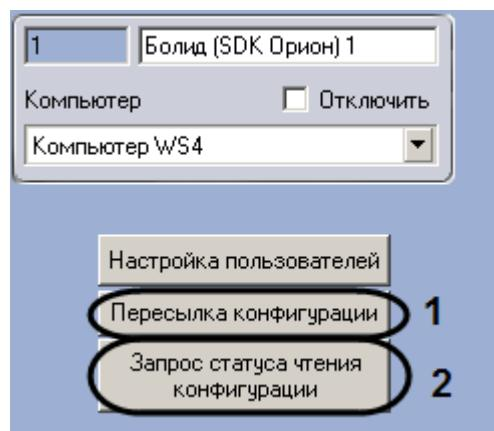

Рис. 3.3—24 Панель настроек объекта **Болид (SDK Орион)**
6. Перейти на панель настроек объекта **Болид (SDK Орион)** (Рис. 3.3—24).
7. Нажать кнопку **Пересылка конфигурации** (см. Рис. 3.3—24, 1).